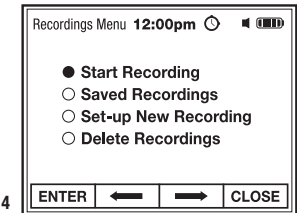

Fig. 4
- From Recordings Menu (Fig. 4), select and ENTER Saved Recordings (Fig. 13).
1. Desde el Menú de Grabaciones, seleccione e INGRESE "Iniciar una Grabación Nueva" (Fig. 4).
1. From Recordings Menu, select and ENTER Delete Recordings (Fig. 4).